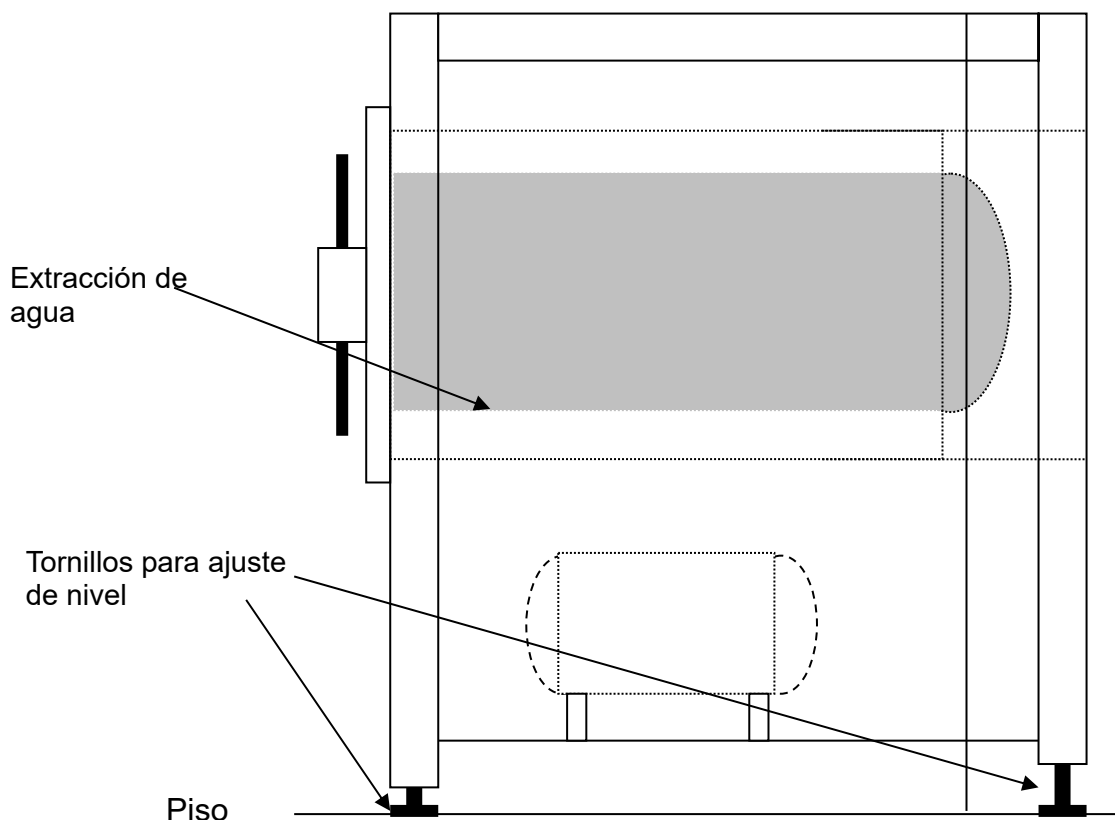

Figura 1
A.1. Ubique la autoclave y ajuste su plano de modo que el lugar de la puerta esté ligeramente más alto que el lado posterior en aproximadamente 1-2 grados según se muestra en la Figura 1.